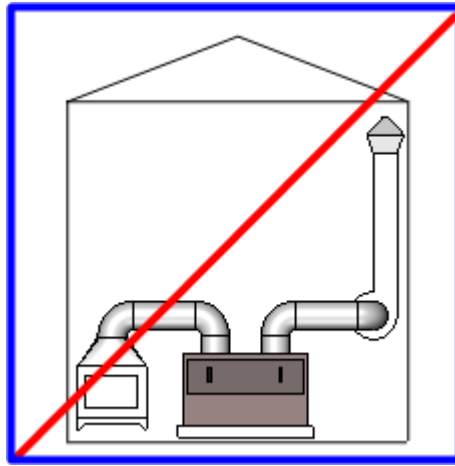

РИС. 6. ЗАПРЕЩЕНО ИСПОЛЬЗОВАТЬ ДЛЯ ОЧИСТКИ ПРИТОЧНОГО ИЛИ РЕЦИРКУЛЯЦИОННОГО ВОЗДУХА
- для очистки приточного и рециркуляционного воздуха (Рис. 6);